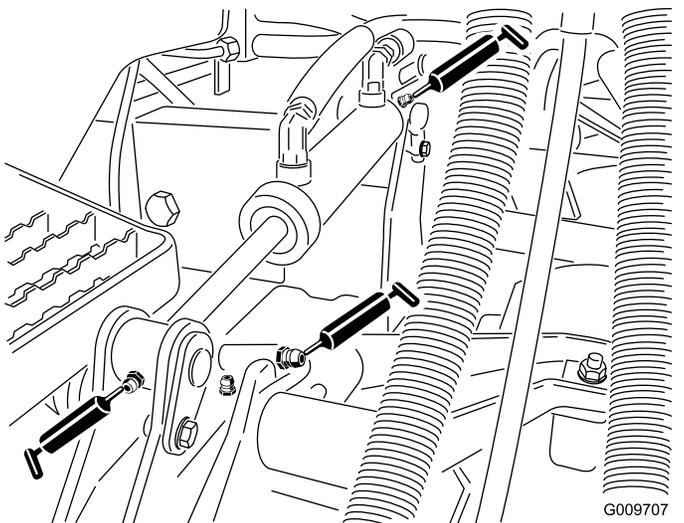

Bild 26
- Hubarmbüchsen (1 pro Mähwerk) (Bild 26)
- Hubzylinderbüchsen (2 pro Mähwerk) (Bild 26)